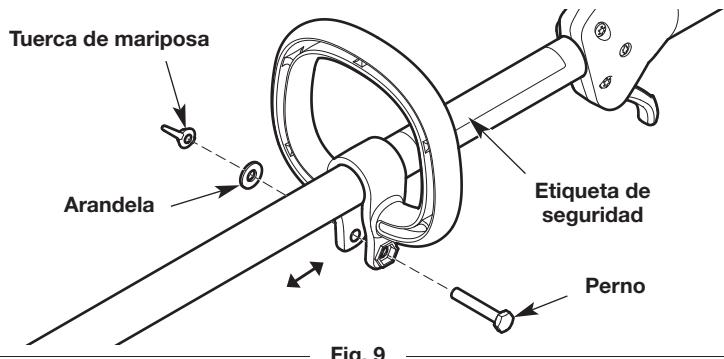

Fig. 9
- Inserte el perno en el orificio del perno hexagonal y presione para que pase a través de él (Fig. 9). Coloque la arandela en el perno (Fig. 9). Enrosque la tuerca de mariposa en el perno, pero no la ajuste completamente (Fig. 9).
- Mantenga la unidad en la posición de funcionamiento (Fig. 15). Mueva la manija hacia arriba o abajo del alojamiento del eje superior hasta que esté en una posición cómoda (Fig. 9). Compruebe que la manija esté ubicada más allá del extremo de la etiqueta de seguridad (Fig. 9).
- Afloje la tuerca de mariposa (Fig. 9).